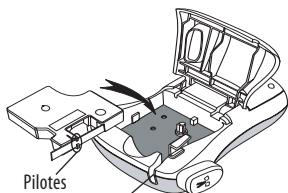

Figure 4
- ① Avant d'utiliser pour la première fois l'étiqueteuse, retirez le carton de protection qui se trouve au niveau de la sortie du ruban. Voir figure 4.